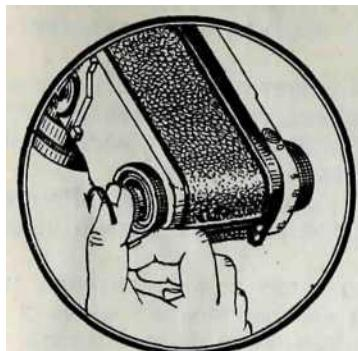

Рис. 13
2. Освободить винт барабана для крепления и намотки пленки, вращая его против часовой стрелки, как показано на рис. 13.